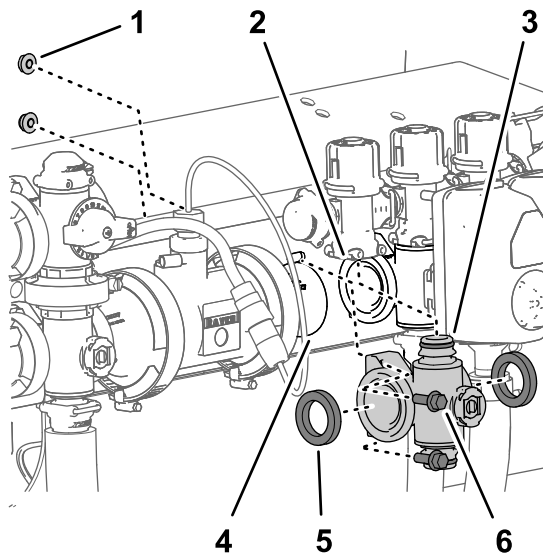
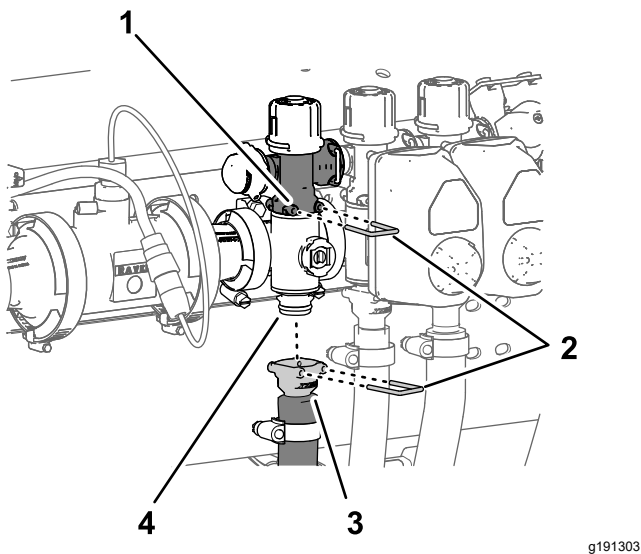

Figura 127
Figura 128
1. Alinee las 2 juntas que retiró en Retirada del distribuidor de sección \(página 89\) con las bridas del distribuidor de la válvula de sección (Figura 127).
2. Alinee la brida del distribuidor de la válvula de sección entre las bridas de las otras válvulas de sección y/o los adaptadores de acoplamiento (Figura 127).
3. Conecte el acoplamiento rápido del distribuidor de la válvula de sección al acoplamiento rápido hembra de la válvula de desvío de sección con una grapa (Figura 127 y Figura 128).
(Figura 127) con los 2 pernos con arandela prensada ($\frac{1}{4}$ " x $\frac{3}{4}$ ") y las 2 contratueras prensadas ($\frac{1}{4}$ ") que retiró en Retirada del distribuidor de sección \(página 89\).
- Monte el acoplamiento rápido de la manguera de sección en el acoplamiento rápido del distribuidor de la válvula de sección con la grapa (Figura 128).